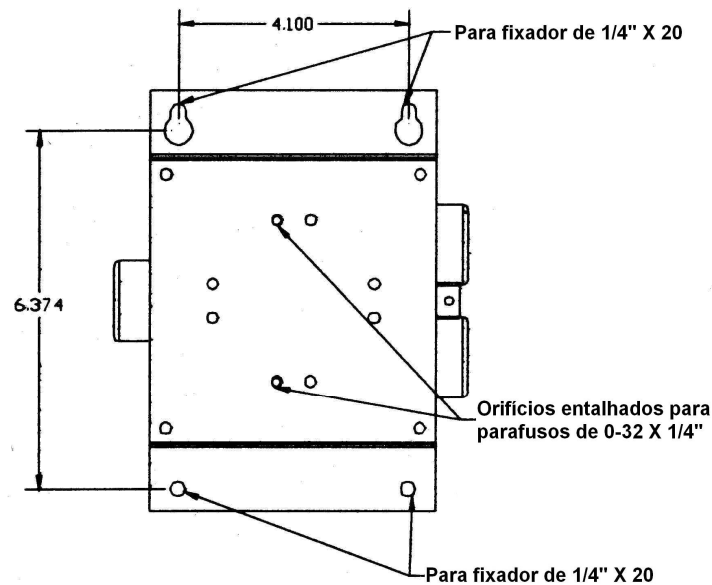

Figura 1-7. Método de Montagem da Tira de Montagem do Ultima XE e XIR
- Use a tira de montagem opcional (P/N 697281) que pode ser fixada aos orifícios de trás do Monitor de Gás Ultima XE (Figura 1-7)
- Use a tira de montagem opcional (P/N 697281), que pode ser conectada aos orifícios de trás do Monitor de Gás Ultima XE (Figura 1-7)